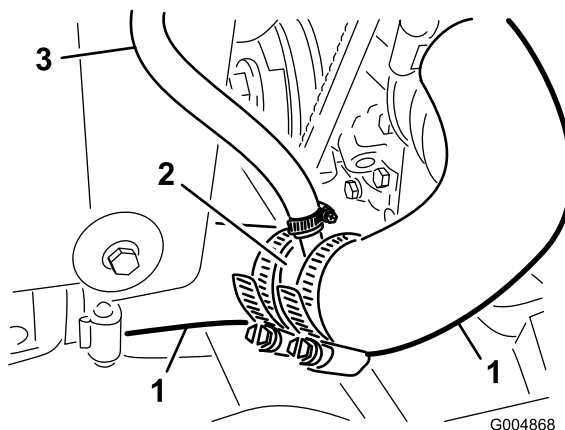
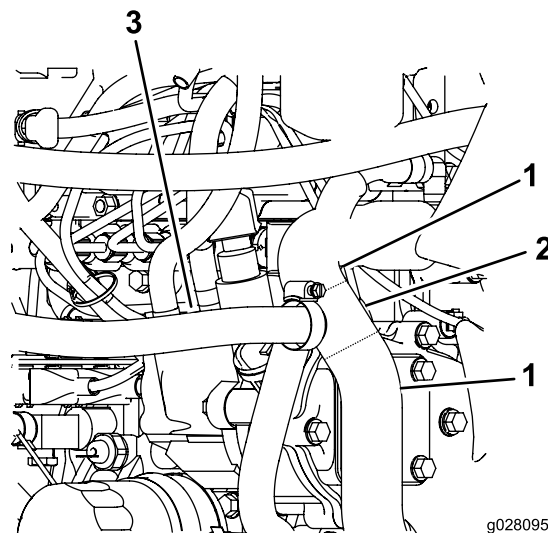

Figura 12
Figura 13
10. Instale el acoplamiento en T en las mangueras y sujételo con abrazaderas, según se muestra en Figura 12 y Figura 13.
11. Conecte el extremo libre de la manguera de retorno al acoplamiento en T nuevo de la manguera del radiador (Figura 12).